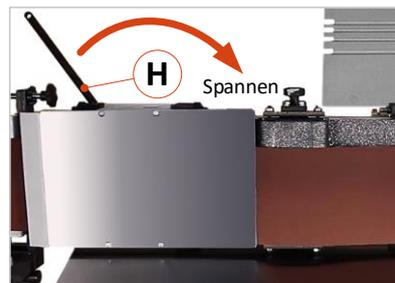

Abbildung 16: Schleifband spannen
- Spannen Sie langsam das Band durch Schwenken des Hebels (H) nach rechts (siehe ⇒ Abbildung 16).
- Schalten Sie den Schleifbandantrieb kurzzeitig ein, und stellen Sie die Höhe des Bandlaufs mit dem Stellrad (21) korrekt ein → Das Schleifband muss in der Mitte der freien Rolle laufen.